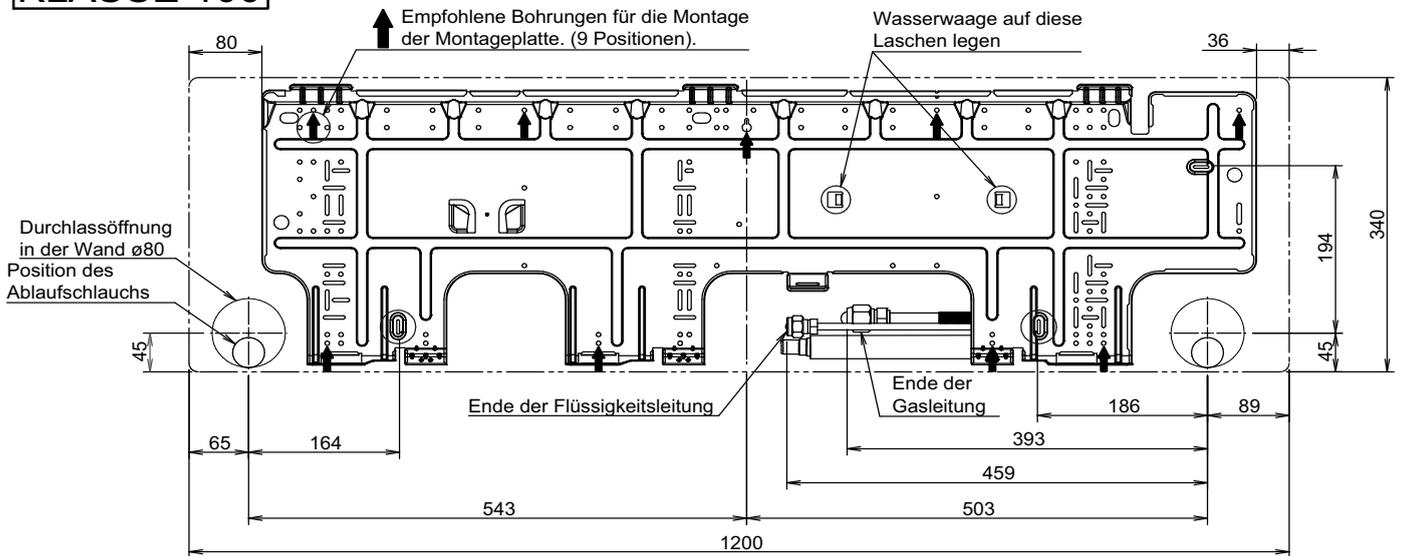

Abb. 6
## (1) Installation der Montageplatte (siehe Abb. 6)